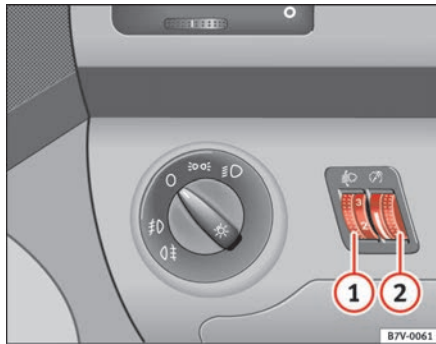

Abb. 71 In der Instrumententafel: Regler für Leuchtweitenregulierung **①** und Instrumenten-/Schalterbeleuchtung **②**
Bei eingeschaltetem Licht lässt sich die Helligkeit der Instrumenten- und Schalterbeleuchtung durch Drehen des Reglers \Rightarrow Abb. 71 **①** stufenlos regulieren.